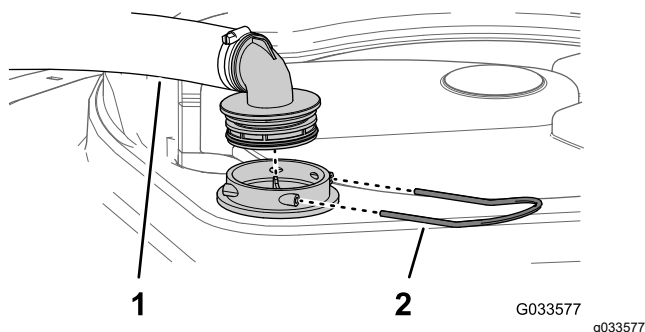

Figura 94
2. En la parte superior del depósito de fumigación, retire la horquilla de retención que sujeta el acoplamiento que está conectado a la manguera grande y al alojamiento del filtro (**Figura 94**).
3. Retire la manguera y el acoplamiento del alojamiento del filtro (**Figura 94**).